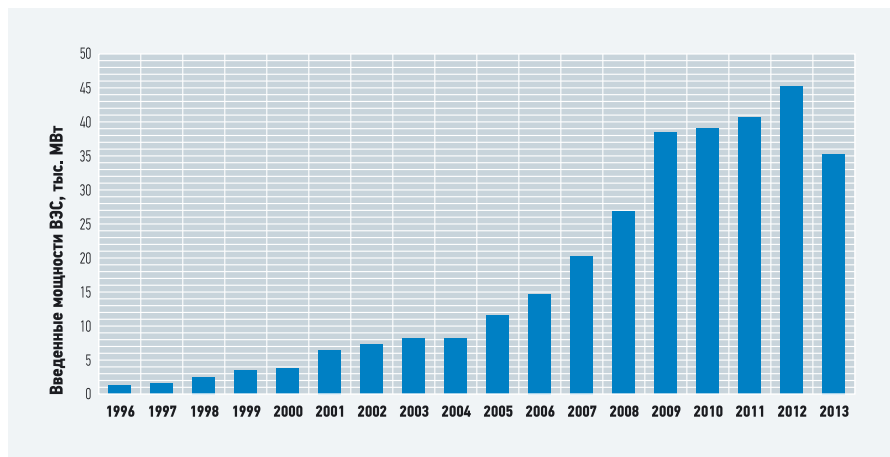

Рис. 2. Динамика годового ввода мощности ВЭС в мире
•• Рис. 2. Температурная эффективность систем в зависимости от расхода воздуха
По отдельным видам ВИЭ ситуация различная. Лидером по установленной мощности электростанций является ветроэнергетика. Подробные данные о динамике установленной мощности и годовых вводов мощности ВЭС в мире представлены на рис. 2 и 3. Как